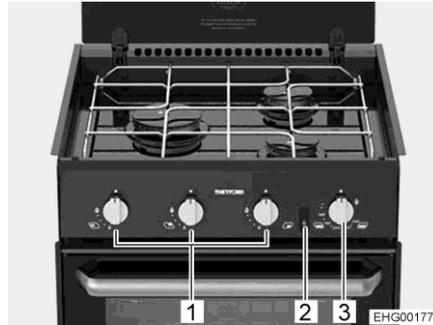
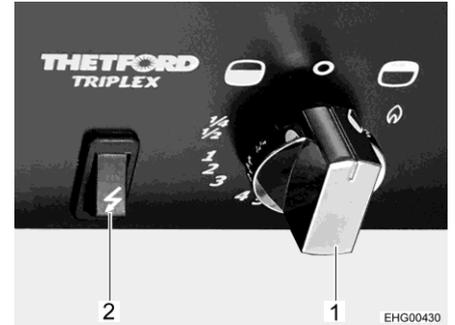

Fig. 170 Fornello con piastre di cottura a gas
Fig. 171 Elementi di comando (forno a gas con grill)
- Premere il pomello girevole (Fig. 170,1) dell'impianto a fiamma libera desiderato, ruotarlo sulla posizione di accensione (fiamma alta) e tenerlo premuto finché la fiamma brucia (al massimo per 15 secondi).
- Premere il pomello girevole (Fig. 170,3 e Fig. 171,1) e ruotarlo in senso antiorario fino a raggiungere la posizione massima consentita (in direzione del simbolo del forno "☐").
- Premere il pomello girevole (Fig. 170,3 e Fig. 171,1) e tenerlo premuto per 5-10 secondi. Il gas fluisce verso il bruciatore.
- Premere l'interruttore di accensione (Fig. 170,2 e Fig. 171,2) finché la fiamma brucia.
- Premere il pomello girevole (Fig. 170,3 e Fig. 171,1) e ruotarlo in senso orario (in direzione del simbolo del grill "☐") e posizionarlo sul simbolo della fiamma).
- Ruotare il pomello girevole (Fig. 171,1) su "0". La fiamma si spegne.